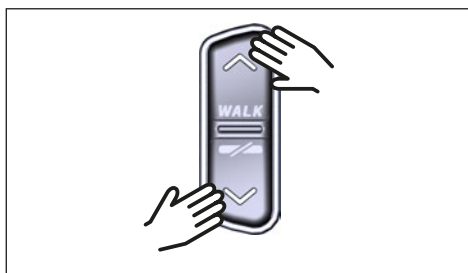

Fig. 6: Sélection du niveau d'assistance sur la HPR Remote V02
- En appuyant **brèvement** sur le bouton de commande HAUT de la Remote (voir Fig. 6), vous augmentez le niveau d'assistance.
- En appuyant **brèvement** sur le bouton de commande BAS de la Remote (voir Fig. 6), vous diminuez le niveau d'assistance.